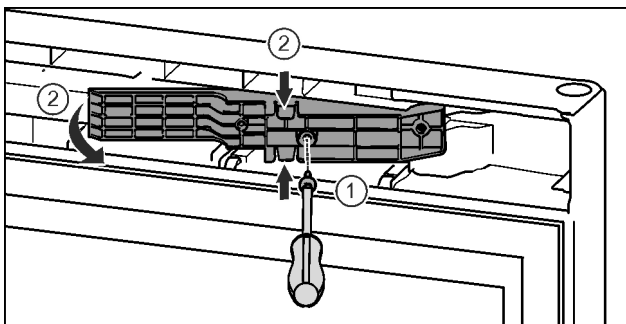

Fig. 14 *
- ▶ Suelte los tornillos con el destornillador T15. Fig. 14 (1)*
- ▶ Extraiga la pieza adaptadora. Fig. 14 (2)*